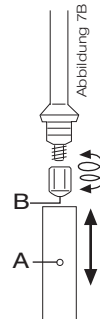

Abbildung 7B
9. Um Verstopfungen des Milchsäumers zu vermeiden können die Absorptionsöffnungen (A und B) mit Büroklammer gereinigt werden. (siehe Abbildung 7B)